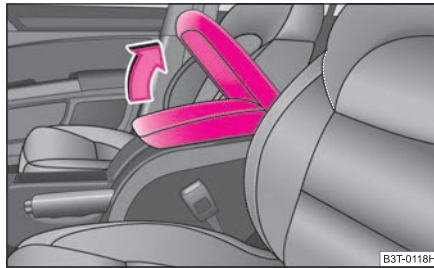

Abb. 99 Armlehne: Ablagefach
- Öffnen Sie den Deckel der Armlehne in Pfeilrichtung ⇒ Abb. 99.